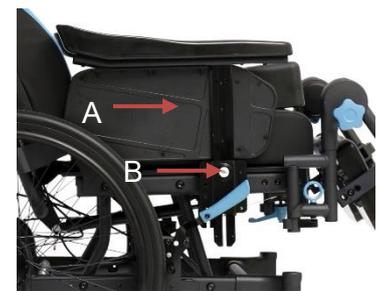

Рис. 10
- Регулюються за висотою. Натисніть кнопку (рис. 10, B) і підніміть або натисніть на ручку, щоб встановити максимально комфортну висоту.
- Захисні боковини (рис. 10, A).